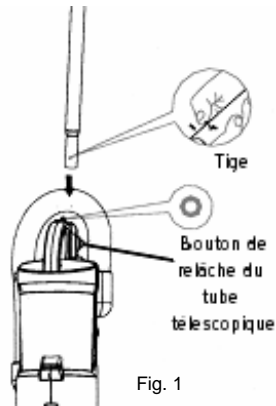

Fig. 1
- Insérez le tube télescopique dans l'orifice situé près de la poignée de la coupelle. Assurez-vous que la fente de la poignée s'insère bien dans l'orifice. (Fig. 1)
- Appuyez sur le bouton de relâche du tube télescopique pour retirer le tube télescopique. (voir Fig. 1 page 15)